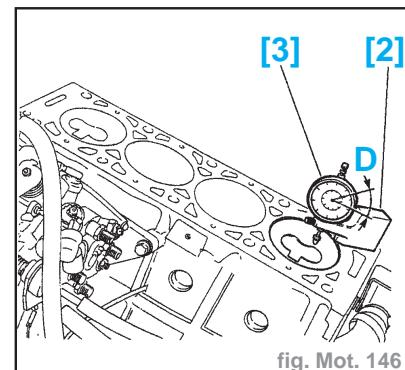

fig. Mot. 146
- Monter le comparateur sur le support et l'étalonner sur la tablature (outils [2] - [3]) (fig. Mot. 146).